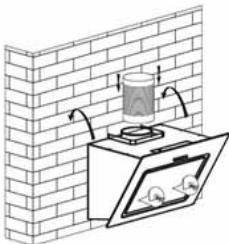

Abb. 3
5. Setzen Sie eine selbstschneidende Schraube (ST4*30 mm) in die Sicherungslöcher und ziehen Sie sie vollständig an, um sicherzustellen, dass die Abzugshaube fest sitzt (siehe Abb. 3).
5. Introduceți șurubul autofiletant ST4*30 mm în orificiul de siguranță pentru a vă asigura că hota este bine fixată. Vezi Fig. 3